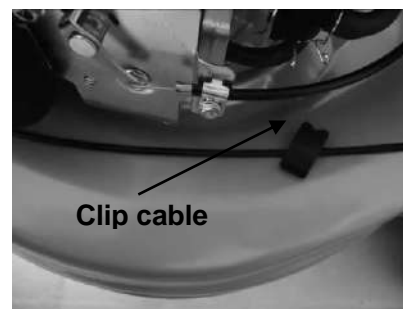

Fig.6C
2. Coloque la abrazadera del cable en la plataforma en la posición que se muestra y luego conecte el cable. (Fig. 6C)